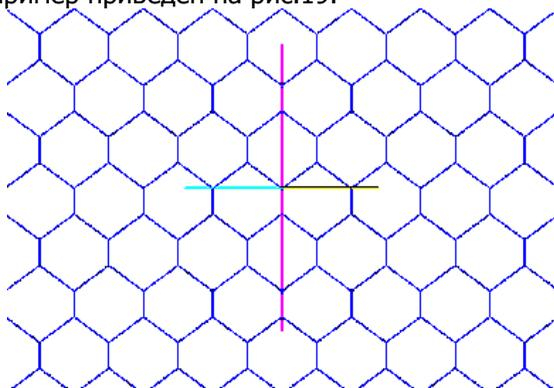

Рис.19. вид решетки в плоскости (110)
**Surface 110** На экране появится вид решетки в плоскости (110). Пример приведен на рис.19.